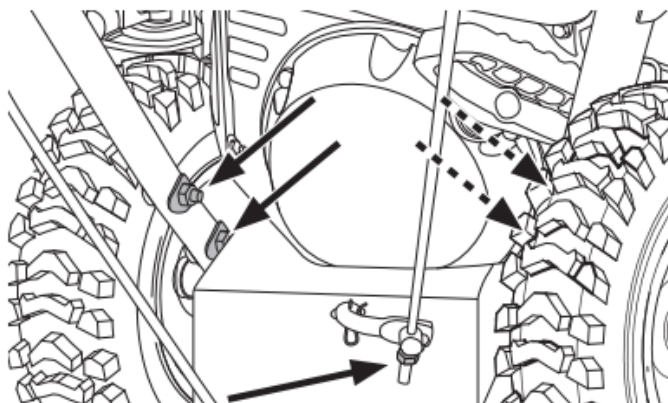

Рисунок 4
(3) Вставьте руль в сборе в кронштейны основного модуля снегоуборщика и закрепите болтами, гайками и шайбами (рис.4).
(4) Открутите гайку на конце тяги, соедините конец тяги с пластиной шестерни и затяните стопорную гайку (рис.4).